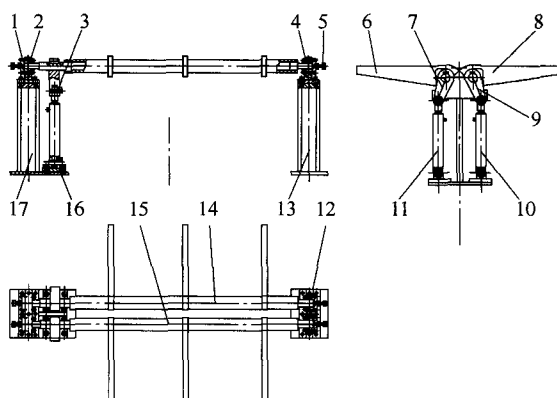

图 1
(1) 翻转机构的结构组成如图 1 所示,动力油缸 I 和 II 尾部铰接于油缸底座上,前端通过连接销分别与转臂 I 和转臂 II 铰接,主要作用是传递动力;转臂 I 和转臂 II 用键分别与连杆 I 和连杆 II 联接,连杆 I 和连杆 II 上间隔布置着六组连板,其作用是